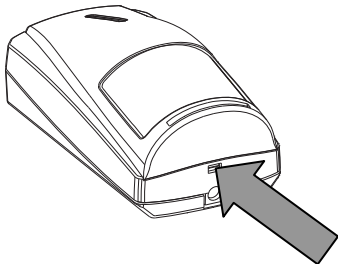
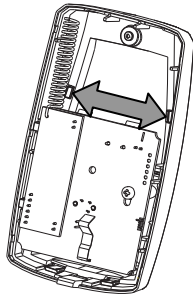
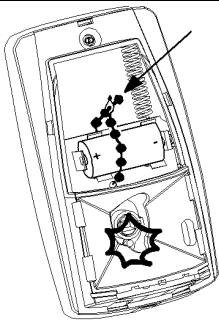
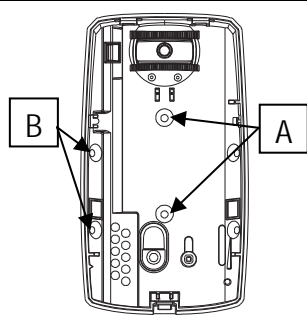

Fig. 1
Fig. 2
Fig. 3
Fig. 4
1) Ouvrir le capteur en appuyant sur la languette inférieure (fig. 1) et en soulevant le couvercle porte-lentille conformément aux indications de la fig. 2. Introduire la pile (**uniquement au moment de l'apprentissage**) en respectant les polarités (fig.3) ; bloquer la pile à l'aide du collier de téflon (fig.3). Pour l'acquisition et la configuration du détecteur, consulter le Manuel d'installation du système WL31.
2) Fixer le capteur au mur à l'aide des prédispositions "A" de fig.4, ou celles "B" dans le cas de fixation angulaire.
1) Zum Öffnen des Kontakts auf den unteren Cliphebel drücken (Abb. 1) und den Deckel heben, wie es in Abb. 2 gezeigt wird. Batterie einlegen (**erst im Moment des erfassung**) auf richtige Polarität achten (Abb. 3). Zur Erfassung und Konfiguration des Kontakts die Anweisungen im Installationshandbuch des Systems WL31 beachten. 2) Den Sensor durch die Öffnungen „A“ von Abb. 4 oder mit „B“ bei einer Winkelanbringung an der Wand befestigen.